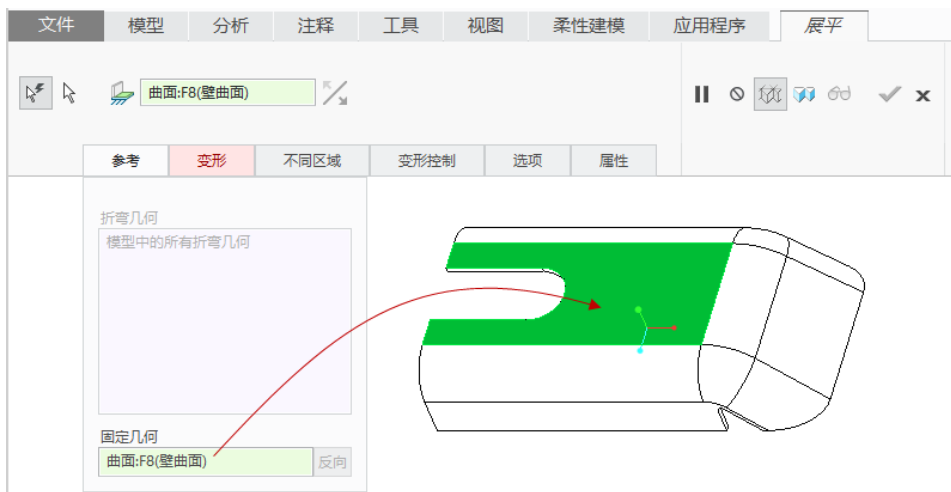

图 3-6 自动选择所有弯曲的曲面或边并接受默认的固定几何参考
(1) 在功能区“模型”选项卡的“折弯”组中单击  (展平) 按钮, 打开“展平”选项卡。
(2) 默认选中“展平”选项卡中的  (自动选择的参考) 按钮, 以自动选择所有弯曲的曲面或边, 并接受零件的默认固定几何参考, 如图 3-6 所示。